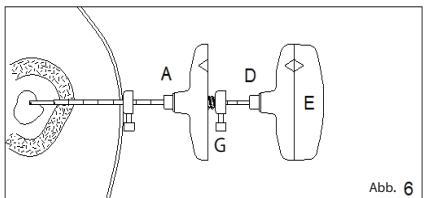

Abb. 6
ABB. 6 Föhren Sie die Biopsienadel mit angebrachtem Griff (D+E) über die Kanüle (A) ein. Drehen Sie die Biopsienadel (D+E) vorsichtig im Uhrzeigersinn bis die gewünschte Biopsietiefe erreicht ist (oder bis die Tiefenlehre (G) der Biopsienadel (D) das Luer-Ende der Kanüle (A) erreicht). Anschließend drehen Sie die Biopsienadel mit Griff (D+E) gegen den Uhrzeigersinn und entfernen sie. Entfernen Sie den Griff (E) von der Biopsienadel (D); föhren Sie den Auswerferstift (F) über die Biopsienadel (D) vom Luer-Ende aus ein und werfen Sie die Probe aus.